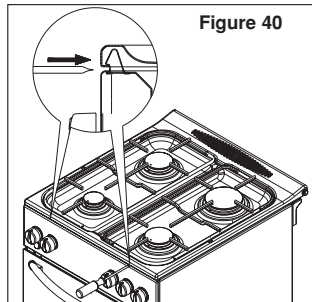

Figure 40
2. Soulevez légèrement le plan de cuisson en commençant par la partie avant gauche tout en poussant le ressort à gauche à l'aide d'un tournevis plat. Procédez de même pour la partie droite. Vous pouvez ensuite soulever le plan de cuisson (Figure 40).